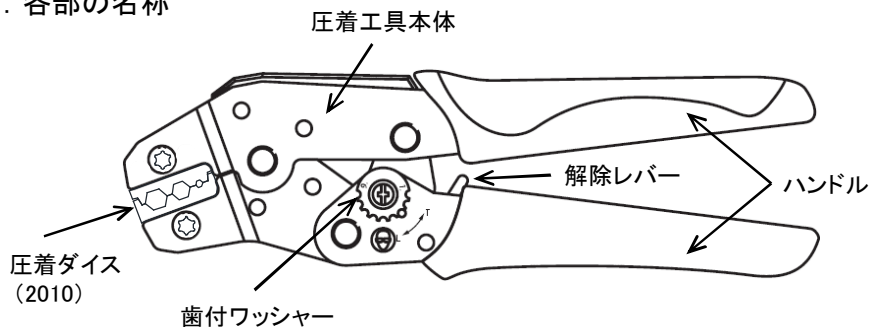

図1 圧着工具各部の名称
※圧着の途中で圧着工具を外したい場合には、ハンドルを軽く握りながら解除レバーを工具先端方向(図1の左側)へ押しとハンドルが開いて工具が緩みます。
- (1) 解除レバーを工具先端方向(図1の左側)へ押し、ハンドルを開いた状態で、歯付ワッシャーを固定しているトルクスネジ(T10)を外し、ワッシャーと歯付ワッシャーを外します。この際、ピンが歯付ワッシャーの何段目になっているか記憶しておいて下さい。
- (2) 歯付ワッシャーが付いていた軸を左回り(T側)に回して、ピンが歯付ワッシャーの1段または2段数字が大きい方となるように調整し、ワッシャーを取付けトルクスネジで固定して下さい。ハンドルを握り正常に動作することを確認して下さい。